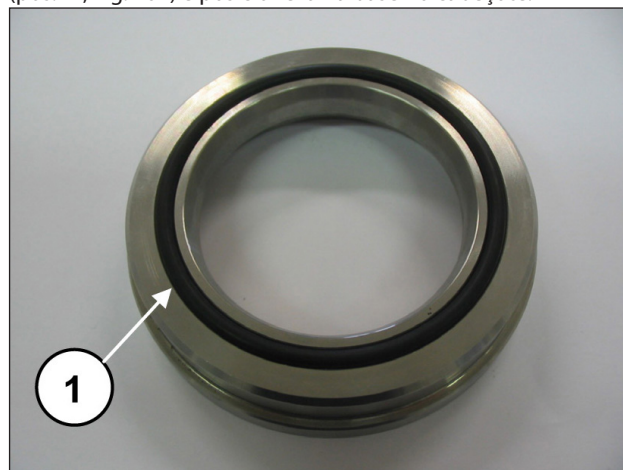

Fig. 204
Monte agora no anel do cabeçote dos vedantes KC, o O-ring (pos. ①, Fig. 204) e posicione-o na base no cabeçote.